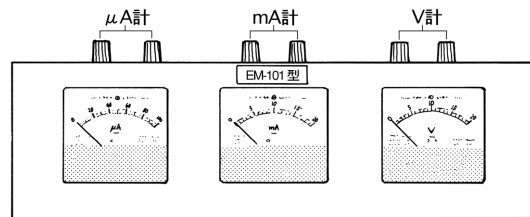

図 1 2
4. **メーター** 回路盤と接続してトランジスタの各端子の電圧、電流を表示させる。使用するものは図 1 2 に示すように  $\mu\text{A}$  計、mA 計、電圧計が一体となっているものである。いずれも直流計であるから、接続の際は極性に注意する。